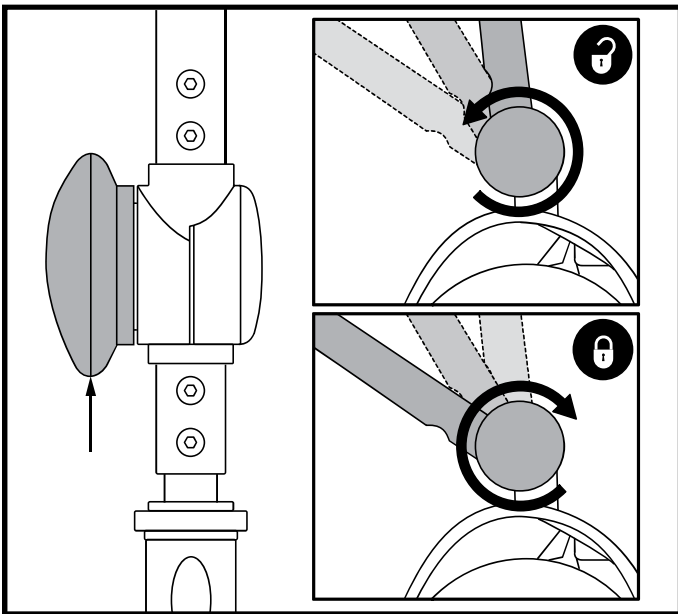

Abb. 26. Lenkersicherungshebel
EINSTELLUNG DES LENKERWINKELS (Siehe Abb. 26 oder 27)
1. Entfernen Sie den Sitz und das Batteriepack (siehe „Vorgehensweise zur Zerlegung“ auf der vorherigen Seite), senken den Lenker ab und ziehen den Lenkersicherungshebel an. **Siehe Abb. 26 oder 27.**